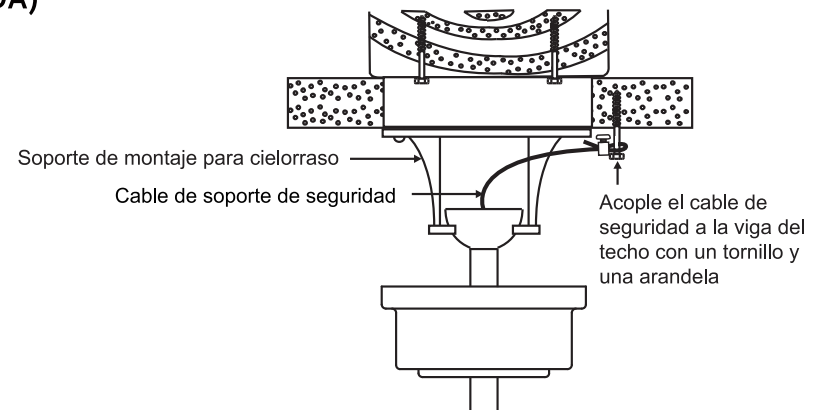

Fig. 11
**Paso 1.** Inserte el tornillo para madera y las arandelas proporcionados en la viga del cielo raso al lado del soporte de montaje, pero no los apriete. **(Fig. 11)**